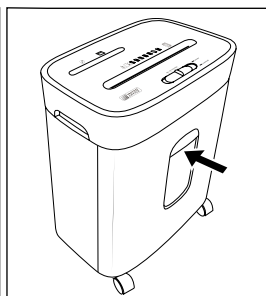

Fig. 4
- ◆ Introduza o recipiente de recolha grande **13** completamente na base do aparelho **15** (ver fig. 4).